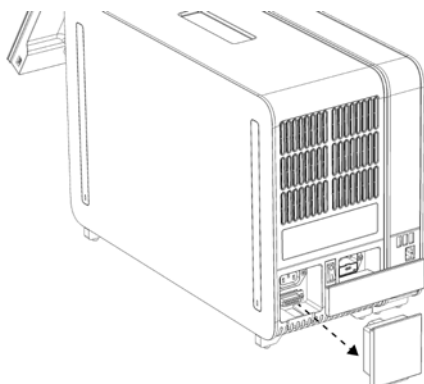

Figura 12. Retirada del puente de terminación.
- 1d. Retire el puente de terminación de la parte posterior del módulo analítico (figura 12).